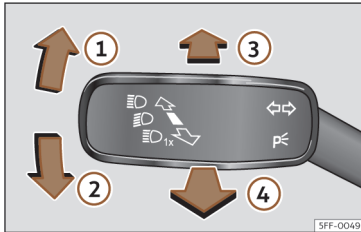

Fig. 96 Maneta pentru semnalizarea direcției și faza lungă (în funcție de versiune).
- Din poziția de bază, apăsați manetă pentru semnalizarea direcției și faza lungă înspre față >>> fig. 96 .
- **SAU:** în timp ce este activată faza lungă, trageți maneta pentru semnalizarea direcției și faza lungă >>> fig. 96 .